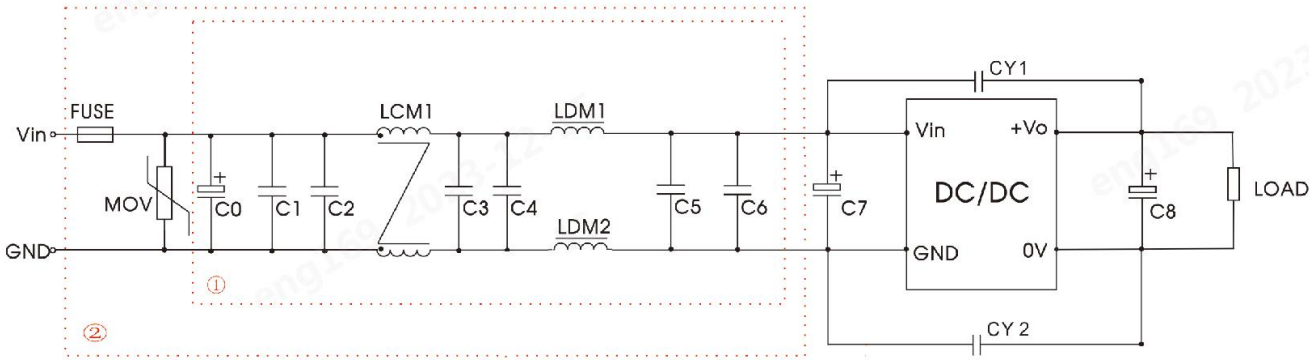

图 3
| EMI | 传导骚扰    | CISPR32/EN55032 | CLASS B（推荐电路见图 3-①）           |                  |
|     | 辐射骚扰    | CISPR32/EN55032 | CLASS B（推荐电路见图 3-①）           |                  |
|     | 脉冲群抗扰度  | IEC/EN61000-4-4 | ±2KV（推荐电路见图 3-②）              | perf. Criteria B |
|     | 浪涌抗扰度   | IEC/EN61000-4-5 | line to line ±2KV（推荐电路见图 3-②） | perf. Criteria B |